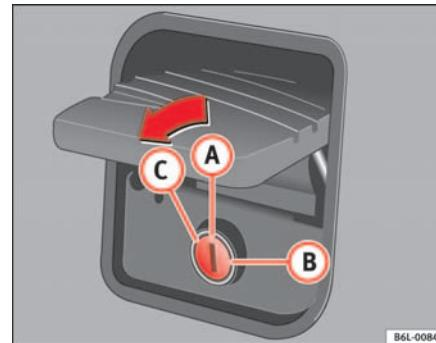

Fig. 51 Cerradura del
- Tire de la maneta y levante el portón  $\Rightarrow$  fig. 50. El ojo de la cerradura debe estar en posición vertical  $\Rightarrow$  fig. 51 a
Con el ojo de la cerradura a  $\Rightarrow$  fig. 51 en posición vertical, el portón se abre y se cierra automáticamente mediante el cierre centralizado. Además el portón se puede abrir y cerrar con la llave.
Estando el ojo de la cerradura en posición horizontal b  $\Rightarrow$  fig. 51, una vez cerrado el portón trasero, queda permanentemente bloqueado una vez cerrado y sólo se podrá abrir con la llave principal.
Para abrir el portón hay que girar la llave hasta el tope c  $\Rightarrow$  fig. 51 en el sentido de la flecha. En esta posición, la llave no podrá sacarse de la cerradura.